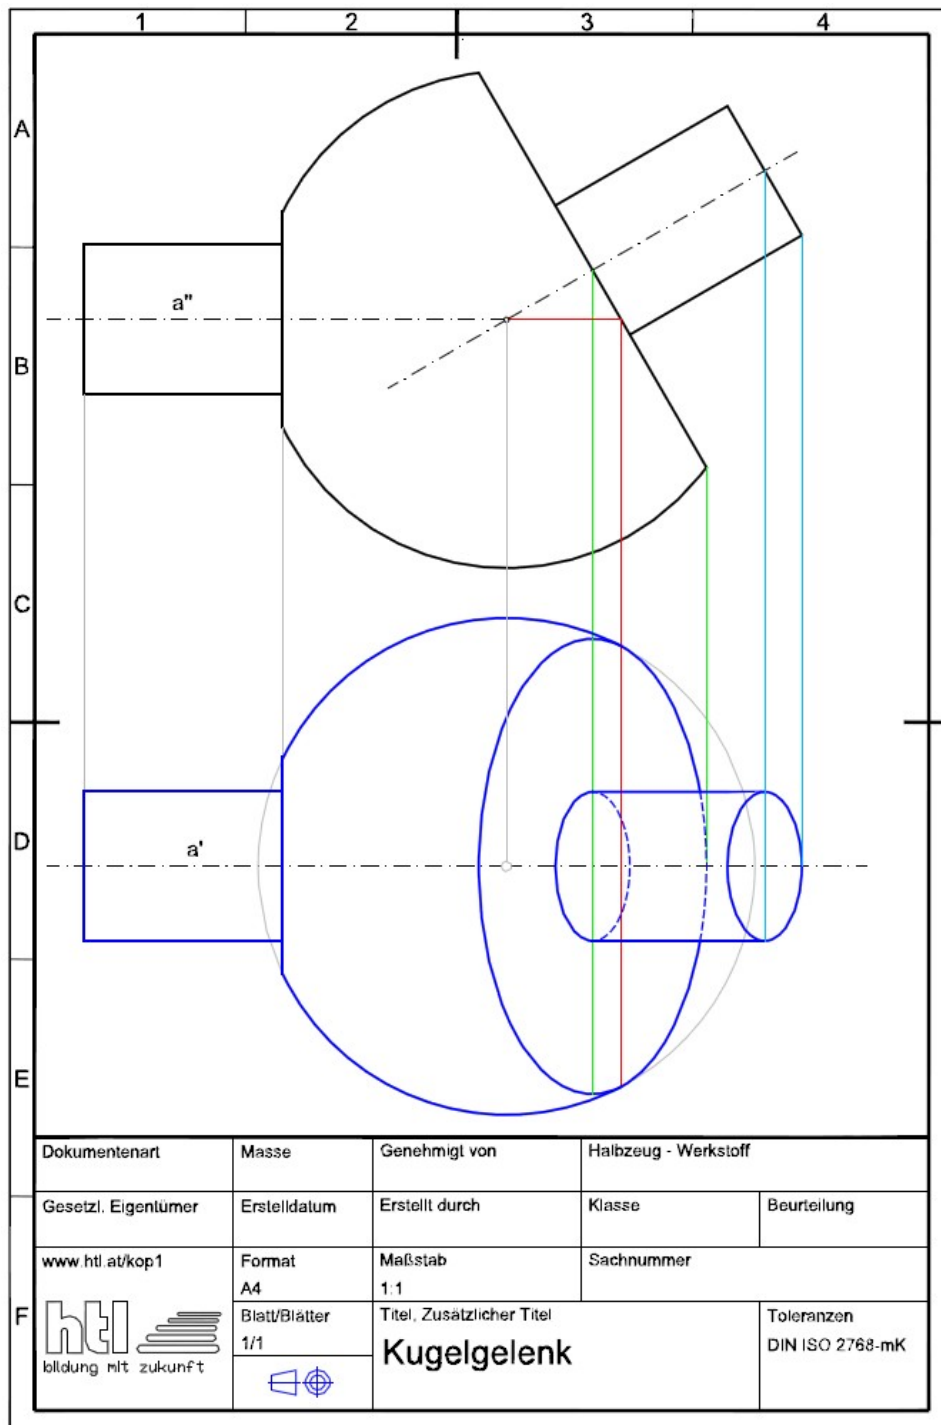

Abb. 4
**Lösungsschritte zu 1.):** (Abb. 4) (Lösung als PDF-Datei siehe <http://www.htl.at/kop1/>)